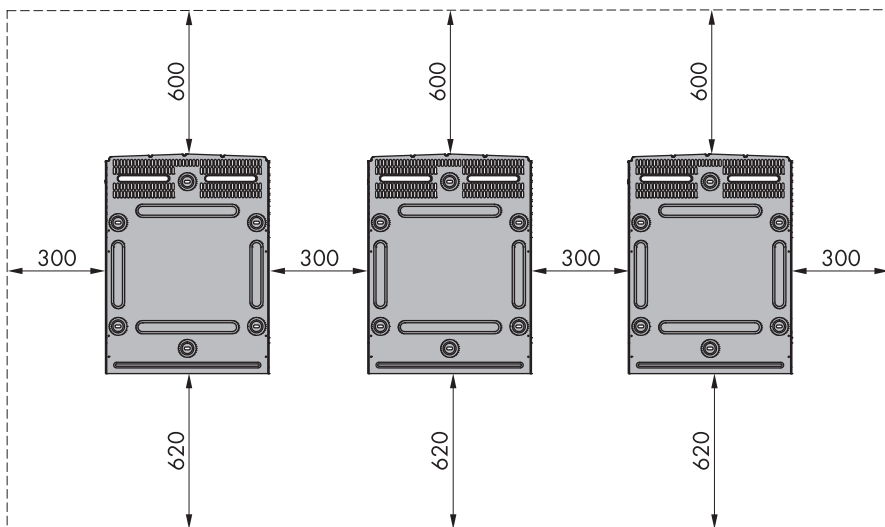

Figura 2.8 Distanze di sicurezza in mm
Per una ventilazione adeguata è necessario rispettare le distanze di sicurezza dagli altri oggetti (v. figura 2.8).
- Rispettare le distanze di sicurezza quando si installano uno o più inverter al fine di assicurare un flusso d'aria adeguato. Le distanze sono specificate nella figura 2.8 e sull'etichetta del supporto da parete.